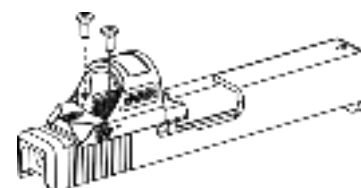

Рис. 4-2
1. Извлеките два указанных на Рис.4-2 винта и отсоедините от прицела 407C его кронштейн.